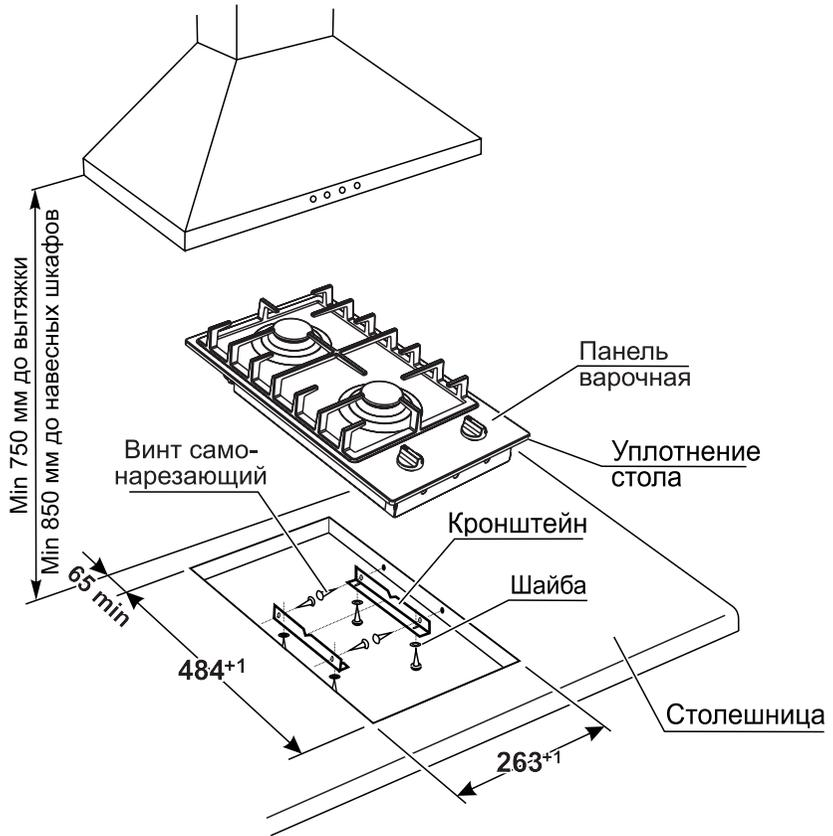

Рис. 10 ПВГ 1001, ПВГ 1002, ПВГ 1003
1. Точно разметить на столешнице контур проема под варочную панель в соответствии с рис. 10 - 15.